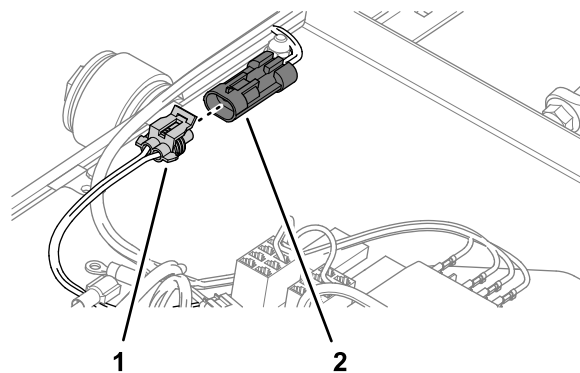

Figure 9
3. Sur la branche de 20 cm du faisceau du kit, branchez le connecteur à 2 douilles au connecteur à 2 broches du faisceau adaptateur du panneau de commande (Figure 9).